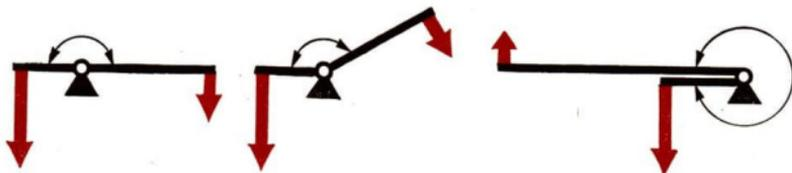

Bild 40/1
9. Man kann für alle Hebel den Winkel zwischen Kraftarm und Lastarm angeben (Bild 40/1). Welcher Winkel liegt beim einseitigen Hebel und welcher beim zweiseitigen Hebel vor? Wann nennen wir demnach einen Hebel Winkelhebel? Zeichne entsprechend dem Bild 40/1 noch einige Hebel und die angreifenden Kräfte!